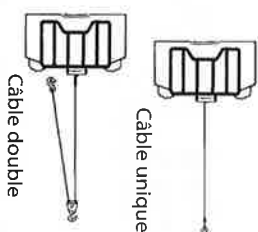

Figure 2
1. La charge maximum de travail se trouve sur l'enroulement de câble le plus proche du tambour. NE SURCHARGEZ PAS LE TREUIL. N'EFFECTUEZ PAS DE LONGUES TRACCTIONS SUR DES CHARGES ÉLEVÉES. Les surcharges peuvent endommager le treuil et/ou le câble, et créer des conditions de fonctionnement dangereuses. POUR DES CHARGES SUPÉRIEURES À 1000 LIVRES (454 kg), NOUS RECOMMANDONS L'UTILISATION D'UN PALAN OPTIONNEL POUR DOUBLER LE CÂBLE (FIGURE 2). Ceci réduit la charge sur le treuil et la contrainte sur le câble d'environ 50 %.